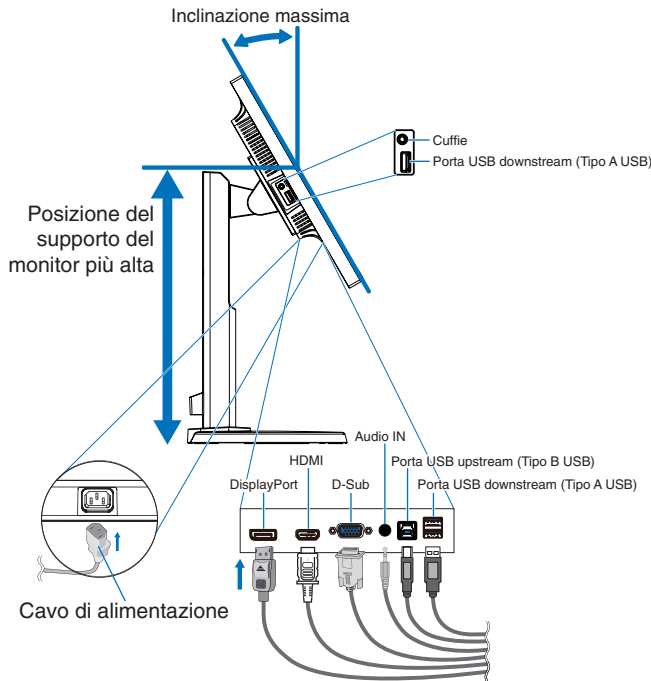
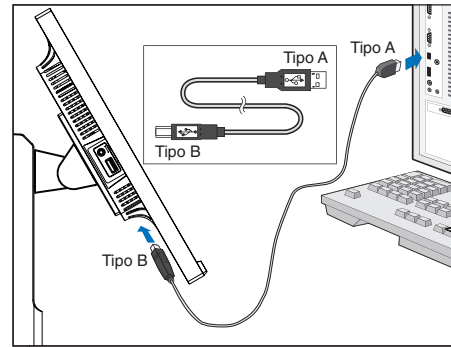

Figura C.1
Figura C.1a
4. Collegare tutti i cavi ai connettori appropriati (**Figura C.1**). Quando si utilizza il cavo USB, collegare il connettore di Tipo B alla porta upstream USB sul lato posteriore del monitor e il connettore di Tipo A alla porta downstream sul computer (**Figura C.1a**). Se si utilizza il cavo di un dispositivo USB, inserirlo nella porta downstream del monitor.